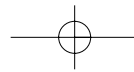

FIG. 24
5. Fixer la nouvelle meule (fig. 24) (prendre note que la meule porte une mention indiquant quelle face va vers l'extérieur) à l'aide de la rondelle de serrage et de l'écrou de l'arbre. Retenir la meule à l'aide d'un chiffon et serrer l'écrou dans le sens antihoraire. Éviter de trop serrer.